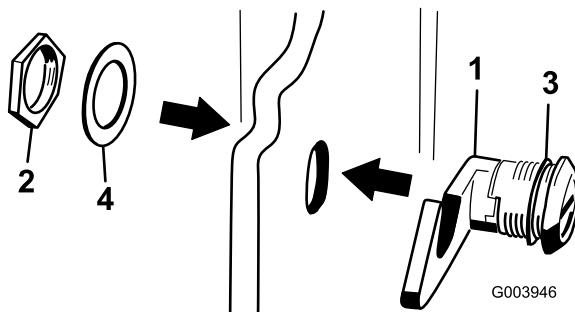

図 6
3. フードラッチアセンブリからナットを取り外す図 6。
- フードの外側から、ラッチのフック側をフードの穴に通す。ゴム製のシーリングワッシャはフードの外側に残しておくこと図 6。